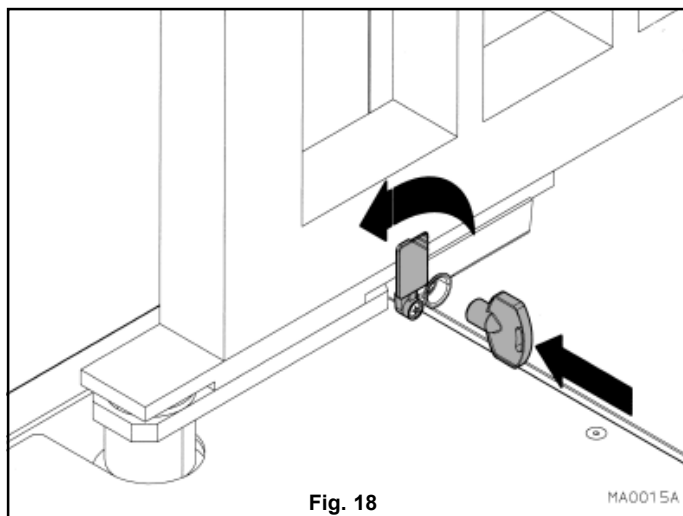

Fig. 18
- Soulever légèrement et tourner vers le haut le bouchon de protection de la poignée de déverrouillage (fig. 18).
- Estire levemente y gire hacia arriba el tapón de protección del perno de desbloqueo (fig. 18).
- Pociągnąć lekko i podnieść do góry zatyczkę zabezpieczającą trzpienia odblokowującego (rys. 18).